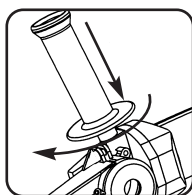

Fig.1
2. Entfernen Sie den Zusatzgriff aus dem Karton und befestigen Sie ihn am Werkzeug (wie in Abb. 1 gezeigt).